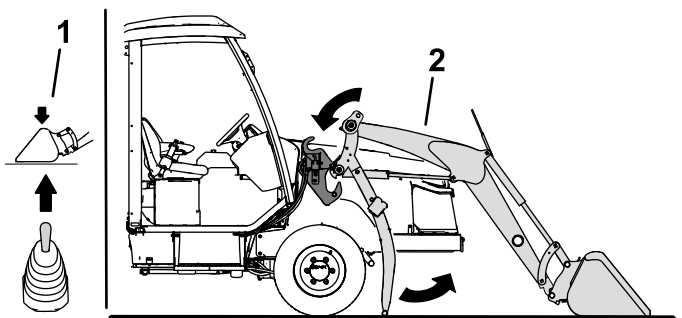

Рисунок 53
6. Запустите двигатель и с помощью джойстика погрузчика опустите стрелы погрузчика в крепления рамы погрузчика (Рисунок 53).